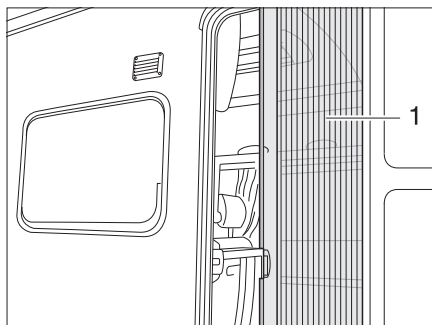

Fig. 25 Moustiquaire
- Tirer jusqu'au bout la moustiquaire par la barrette (Fig. 25,1).
- Remettre la moustiquaire en position initiale en la poussant par la barrette (Fig. 25,1).